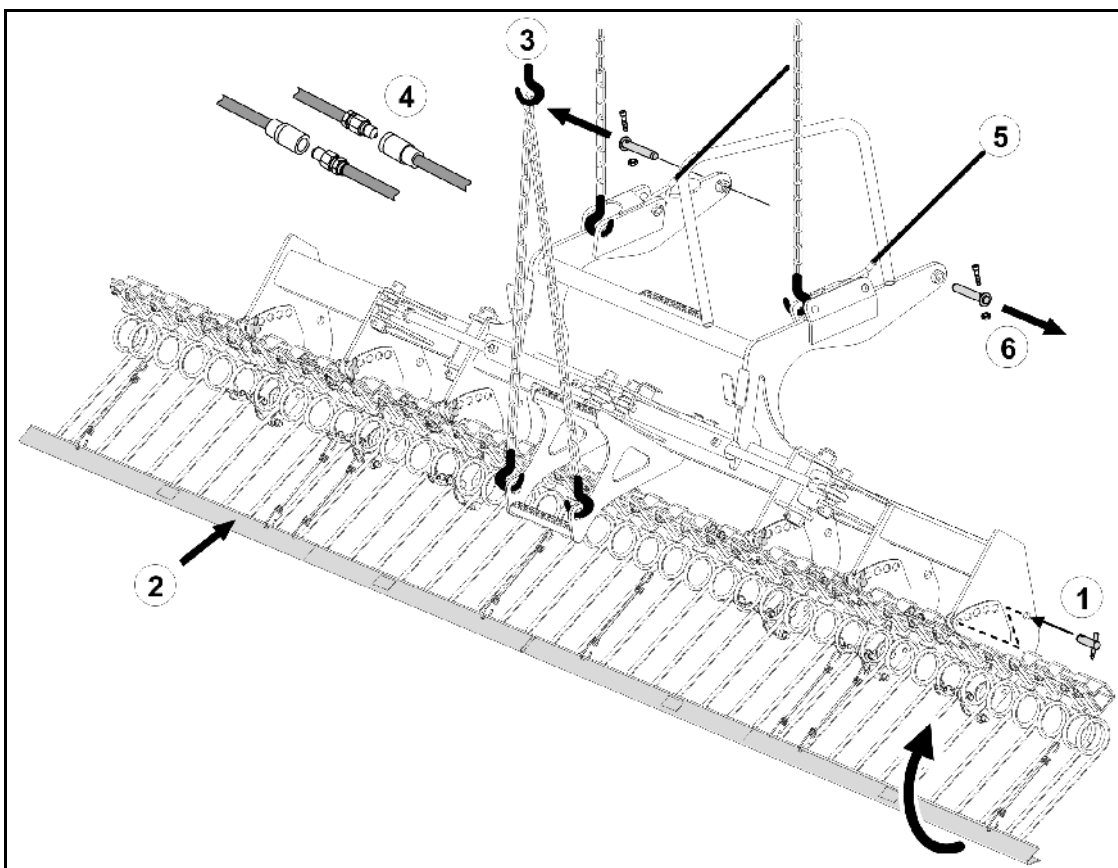

Bild 43
1. Lyft harvdelarna, placera bulten i hålet och säkra med ringsprint (Bild 43/1).
2. Montera trafikskyddslisterna (Bild 43/2).
3. Fäst efterharven i lyftkranen via de fyra fästpunkterna (Bild 43/3).
4. Koppla bort hydrauliken och förslut öppningarna med dammskydd (Bild 43/4).
5. Lossa vajrarna från maskinen (Bild 43/5).
6. Dra ut båda bultarna på efterharven (Bild 43/6).